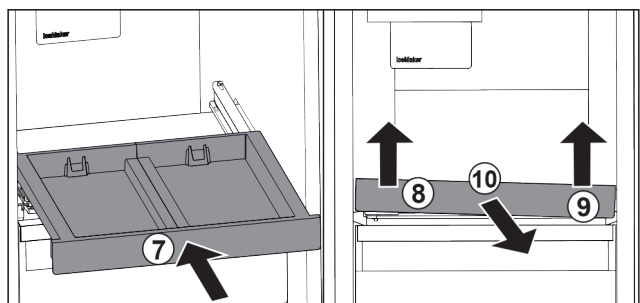

Fig. 96
- ▶ Uitschuifpateau erin schuiven. Fig. 96 (7)
- ▶ Uitschuifpateau linksvoor optillen. Fig. 96 (8)
- ▶ Uitschuifpateau rechtsvoor optillen. Fig. 96 (9)
- ▶ Uitschuifpateau er naar voren uitnemen. Fig. 96 (10)